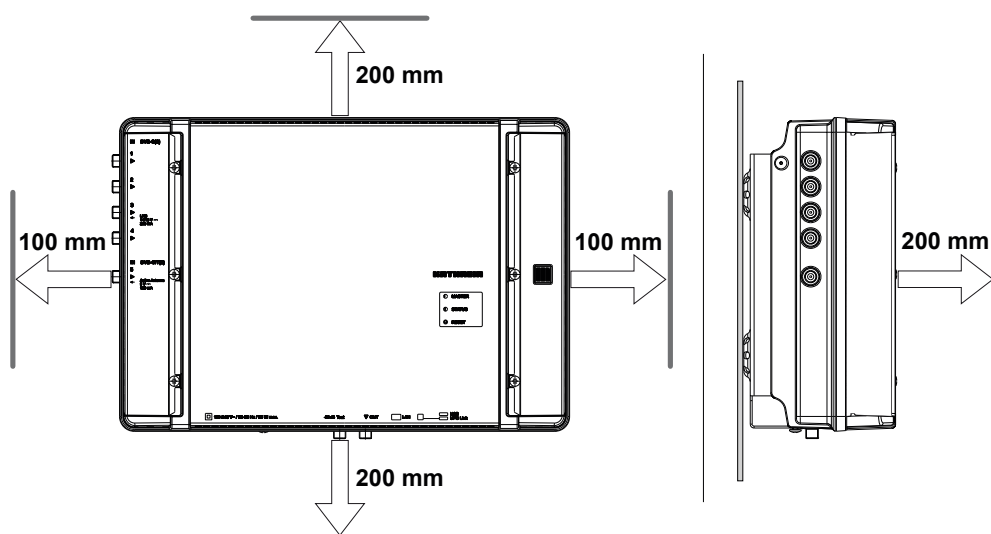

Fig. 2: Dégagement nécessaire à la ventilation
- Un dégagement selon la Fig. 2 autour de l'appareil permet à l'air de circuler sans entrave.